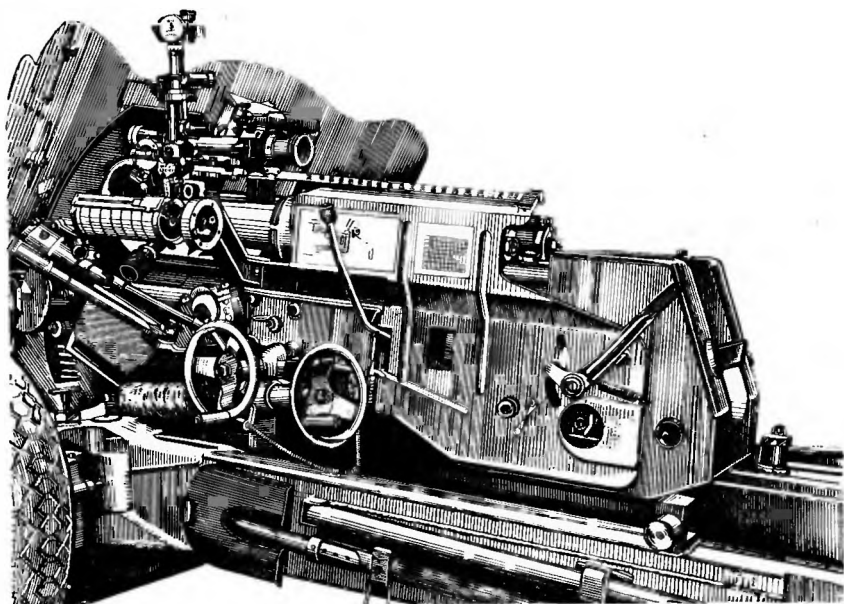

Рис. 4. Вид казенной части пушки слева
1. Снять оптический прицел ОП2-77 (рис. 4 и 69), для чего: